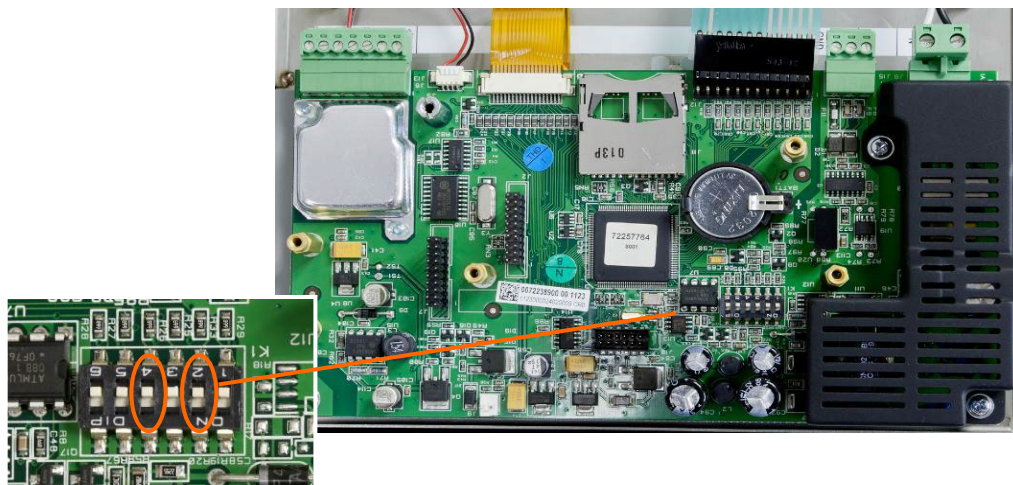

Figura 5-10: Chaves SW1-2 e SW1-4
2. Coloque a chave SW1-2 na posição ligada, como mostrado na Figura 5-10.
- A posição de SW1-4 (também mostrada na Figura 5-10) determina se dados EEPROM metrologicamente significativos para calibração de balança foram redefinidos quando uma redefinição mestre é executada. A SW1-4 deve ser colocada na posição Ligado para redefinir os dados do EEPROM. Se SW1-4 estiver ajustada para Desligado, os dados do EEPROM **não** serão afetados pela redefinição mestre e a calibração original persistirá.